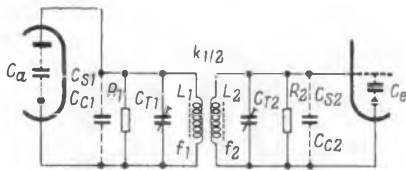

Bild 1. Zweiseitig bedämpftes Bandfilter; $Q_1 = Q_2 = Q$
Bild 1 zeigt die im Bandfilter wirksamen Kapazitäten.
a) mit Dämpfungswiderständen auf der Primär- und Sekundärseite. Bei ihnen wird in beiden Kreisen mit gleicher Güte gerechnet (Bild 1),
Vergleicht man beide Arten mit dem Einzelkreis und setzt man diesen in der Spannungsverstärkung gleich 1, dann ergibt die Schaltung nach Bild 1 den 1,4fachen und die nach Bild 2 den 2fachen Spannungsgewinn je Stufe.
Die Bilder 3 und 4 enthalten die Diagramme zum Dimensionieren der Schaltungen nach Bild 1 und 2. Der Rechengang ist für beide gleich. Man bestimmt zuerst den Quotienten aus Bandbreite B und Mittenfrequenz f_0 . Wir nennen diesen Wert Y , weil er als Skala an der Y-Achse abgetragen ist.